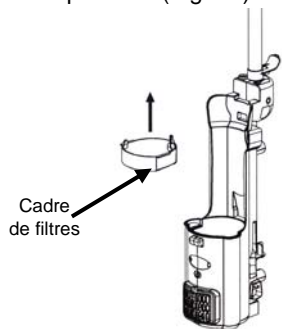

Fig. 21
- Prenez le cadre de filtres et soulevez-le pour l'enlever de l'aspirateur. (Fig. 21)